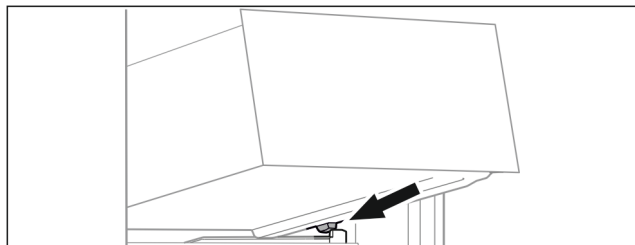

Fig. 139
- Applicare il cassetto inclinandolo dietro i fermi sulla nervatura del contenitore. (vedere Fig. 139)